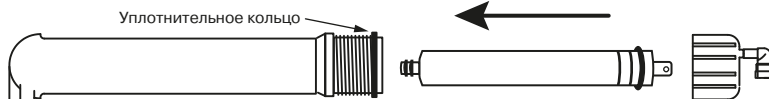

Рис. 13
4. Достаньте мембрану из пластикового пакета и установите ее в колбу (направление установки: двумя резиновыми кольцами — внутрь колбы, см. **рис. 13**), предварительно смазав резиновые уплотнения мембраны тонким слоем силиконовой смазки.